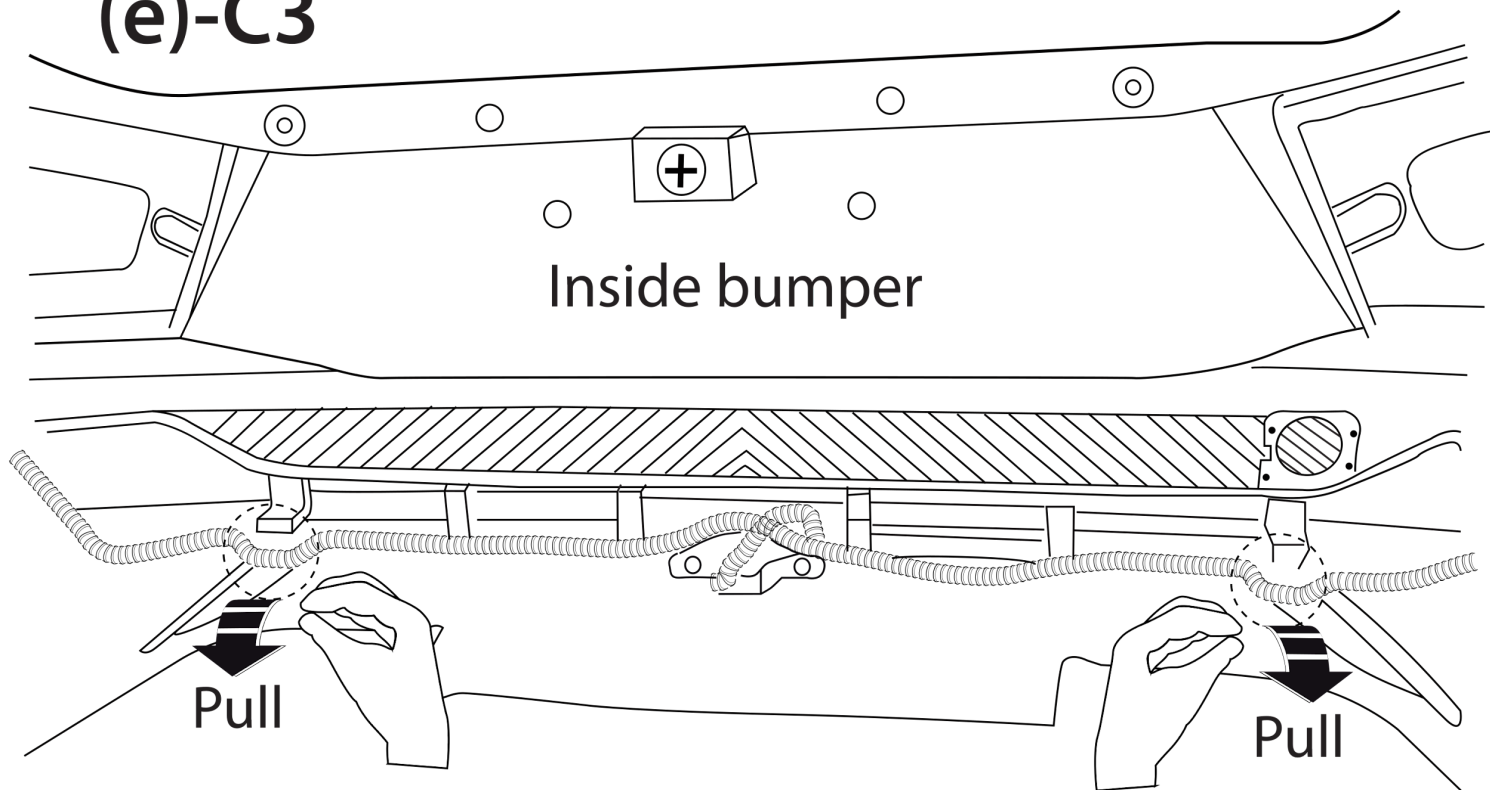

Fig. 20
15. Citroën (e)-C3: Снять указанные маркированные части. См. рисунок 20.